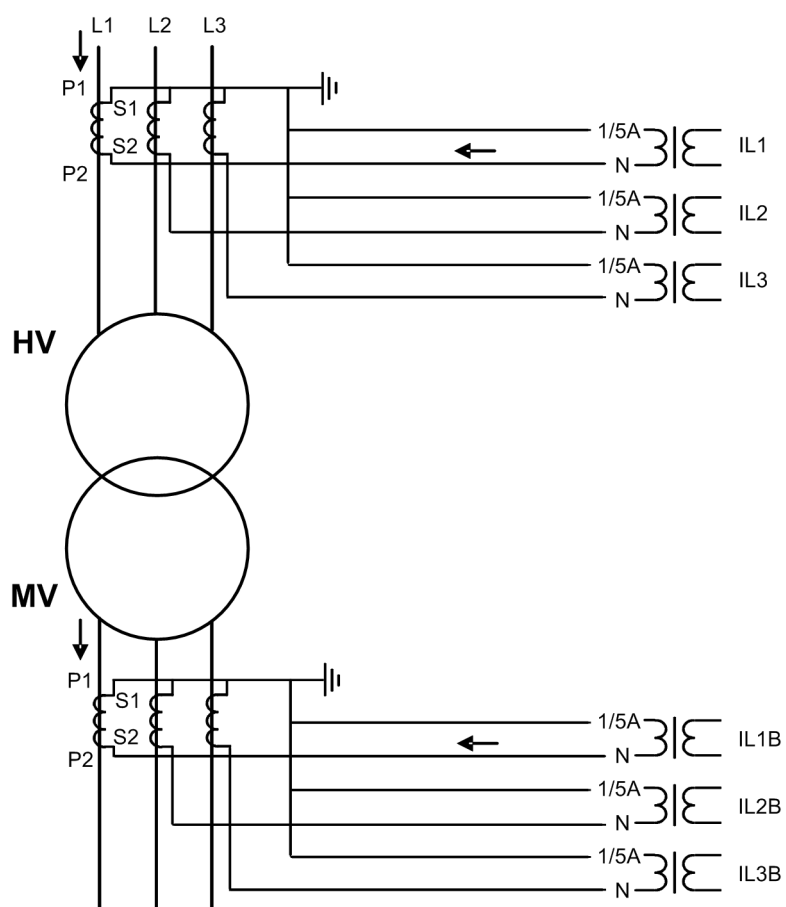
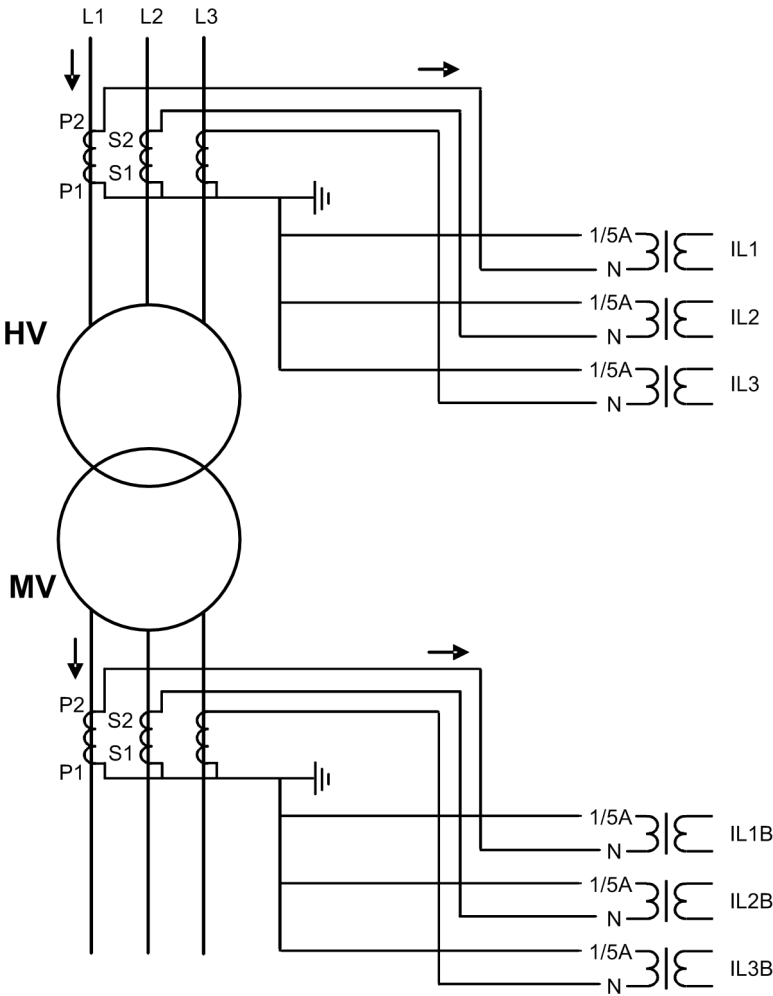

図 273: タイプ 2 の電流変圧器の接続と外部故障時の電流の例
図 274: タイプ 2 の電流変圧器の代替接続例
- 巻線 1 と巻線 2 の IED 電流の正方向が同じである場合、CT 接続タイプの設定パラメータはタイプ 2 になります。タイプ 2 の接続例は、図 273 と 図 274 のとおりです。